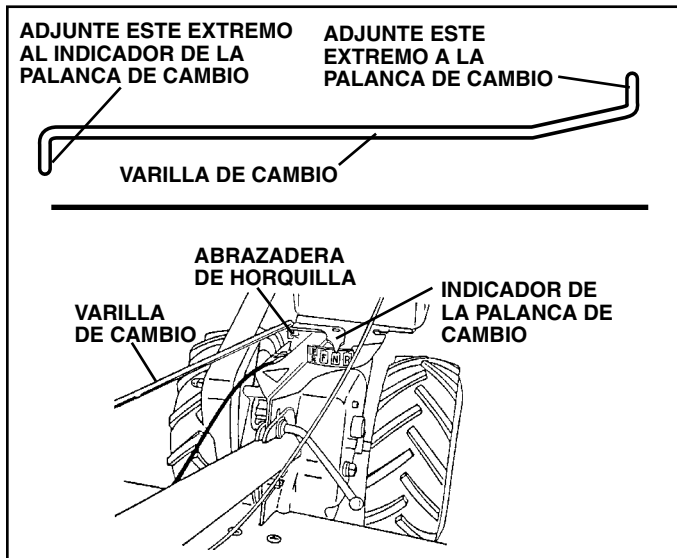

FIG. 7
CONEXIÓN DE LA VARILLA DE CAMBIO (Vea la Fig. 7)
- Asegúrese que el indicador de la palanca de cambio esté en la posición neutro "N". (Vea la Fig. 7.)